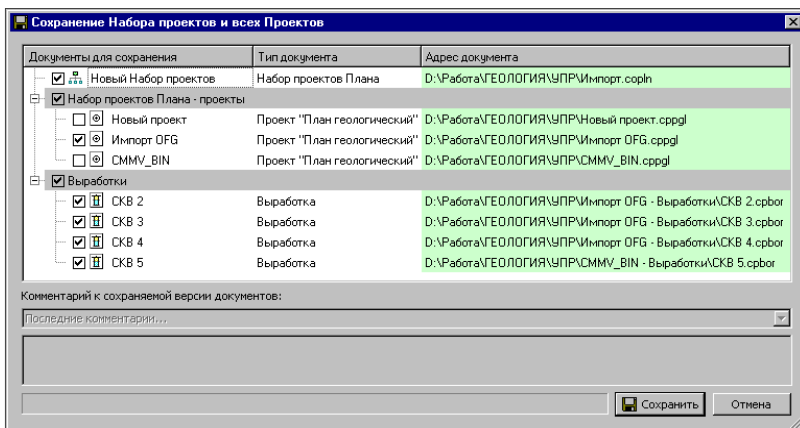

Рис. 9.4
В данном диалоге можно отметить флажками документы, которые необходимо сохранить, а также уточнить адреса хранения и имена наборов проектов и отдельных проектов (рис. 9.4).
- Снимите флажки напротив проектов – **Новый проект** и **СММВ\_ВН** (рис. 9.4). Нажмите кнопку **Сохранить**.